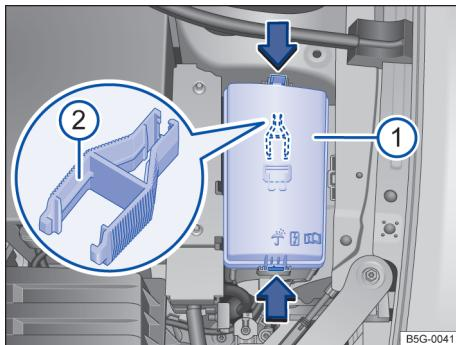

Fig. 173 No compartimento do motor: cobertura (1) da caixa de fusíveis com pinça de plástico (2).
→ Fig. 173 (seta), para destravar a cobertura da caixa de fusíveis → Fig. 173 (1).
No lado interno da cobertura da caixa de fusíveis no compartimento do motor, pode haver uma pinça de plástico para a retirada dos fusíveis → Fig. 173 (2).